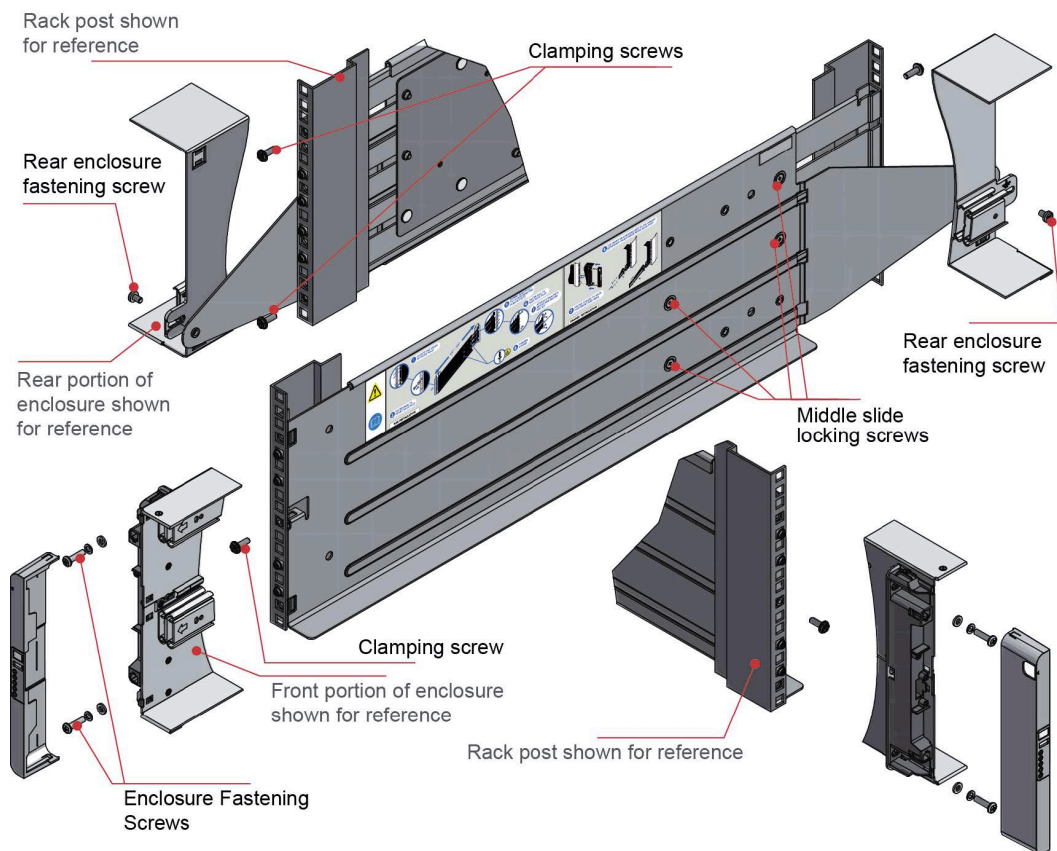

Рисунок 2. Монтрование системы в стойку (только левая направляющая)
2. Найдите центровочные штифты на внутренней поверхности передней опоры стойки и увеличьте длину направляющей для возможности поиска задних центровочных штифтов. Убедитесь, что все штифты полностью совмещены с квадратными или круглыми отверстиями в опорах стойки (см. рис. 2).
5. Закрепите переднюю часть корпуса с помощью стопорных винтов и шайб (x4) в соответствии с рис. 2.